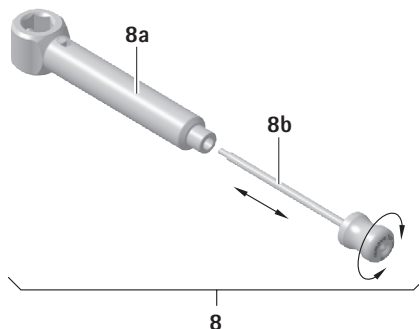

Fig. 2
- Avvitare l'astina di pulizia 8b nell'elemento di controspunto 8a, vedere Fig. 2.